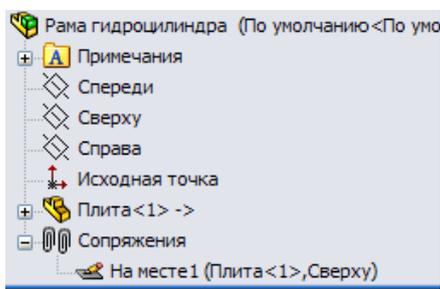

Рис. 11.53 Сопряжение созданного в контексте сборки компонента
**Примечание:** Обратите внимание на папку Сопряжения, расположенную в Дереве конструирования. Раскрыв её Вы не увидите привычных по предыдущим разделам сопряжений, определяющих положение спроектированной детали, хотя отсутствие каких-либо знаков перед именем компонента (см. раздел 11.6) говорит в пользу того, что данная деталь сборки полностью определена. Все сопряжения заменены единственным – На месте (рис.11.53)